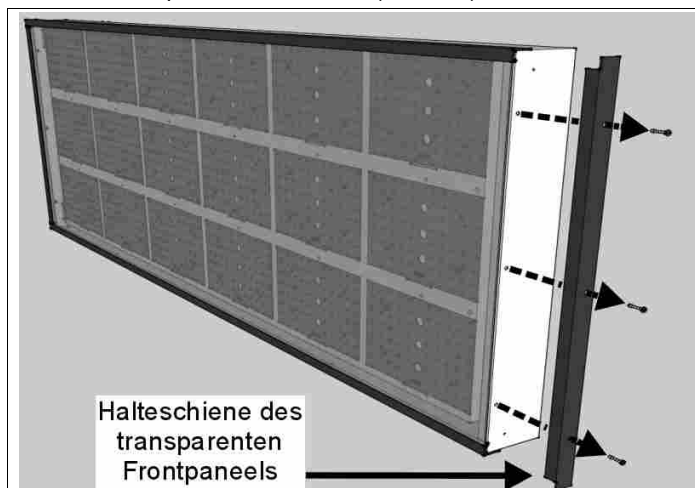

Abb. 10: Befestigungsschrauben des Frontpanels
2. Von dem Modul, an dem sich die zu ersetzende Platine befindet, eine Seitenschiene entfernen, indem Sie die drei Befestigungsschrauben mit einem Kreuzschraubenzieher abschrauben (Abb. 10).